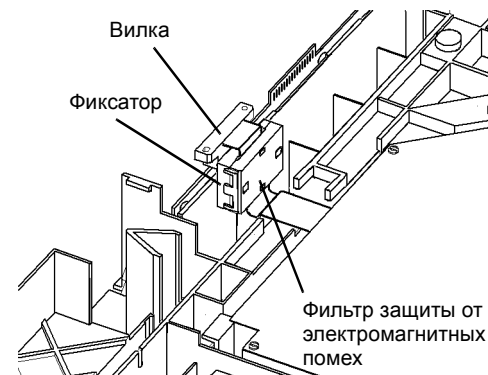

Рисунок 2 Выньте жгут ROS из зажима
8. Выньте жгут ROS из фильтра электромагнитных помех (Рисунок 2).